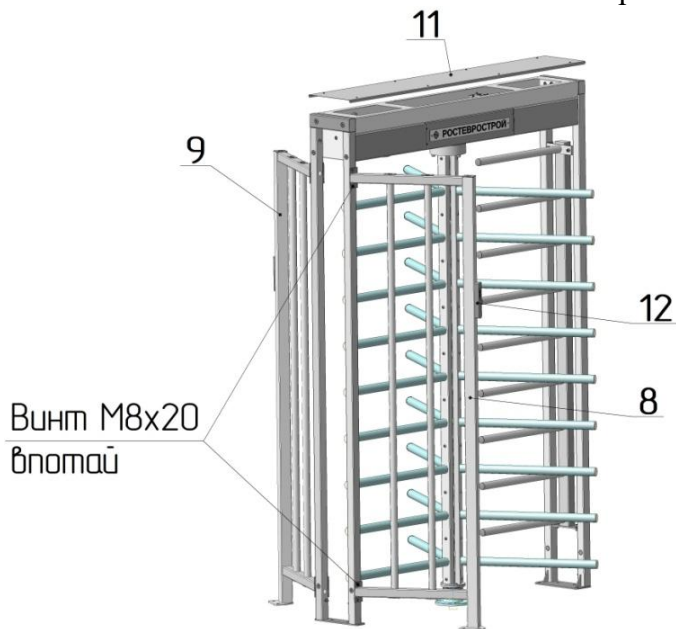

Рис. 5
*3. Установка ограждения (рис. 5):*